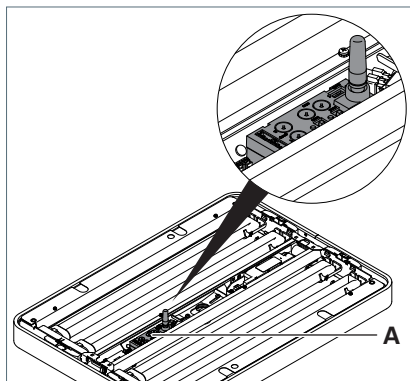

Fig. 3: Module dans une tête de luminaire ATARO.
- Introduisez le module **A** dans la zone libre dans le support central de la tête du luminaire, voir Fig. 3.